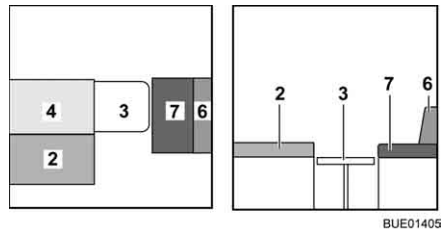

Bild 149 Während des Umbaus
- Das Rückenpolster (Bild 149,4) neben das Sitzpolster (Bild 149,2) legen.